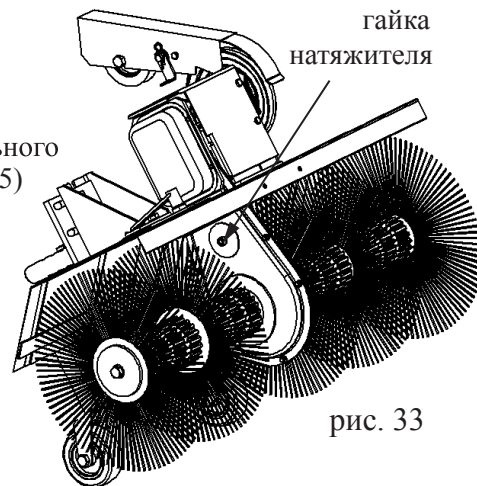

рис. 33
6. Работающие части изделия подвергаются интенсивному воздействию пыли и влаги. Эти обстоятельства диктуют необходимость своевременного технического обслуживания щетки. Перед каждым началом работы щетки необходимо проверять регулировку клиноременной передачи, состояние сцепного устройства, карданного шарнира, крепежных соединений. После первых 30 часов работы щетки или при появлении не характерного шума произвести натяжение цепи редуктора (рис. 33,34):
- 1 - ослабить (0,5-1 оборот) гайку натяжителя (1);